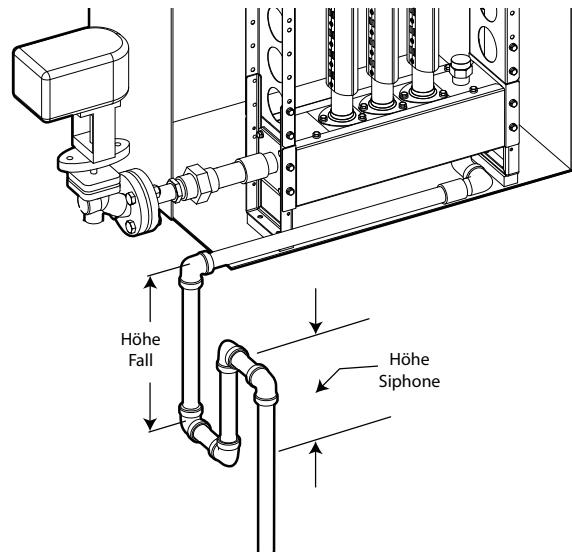

Fig. 7.e
Die Verteilerrohre weisen einen gewindegebohrten Anschluss (3/4" Außengewinde NPT für den nordamerikanischen Markt und 3/4" Gas Außengewinde für die anderen Märkte) für den Kondensatablauf auf. Werden Siphone im Ablauftrohr verwendet, wie in Fig. 7.c dargestellt, sollte deren Höhe eine Wassersäule von min. 500 Pa (50 mm oder 2" H2O) über dem statischen Druck (PS) im Verteilerrohr ermöglichen. NB: Eine Mindesthöhe von 150 mm (6") wird für die meisten Anwendungen empfohlen, in denen der Siphon das Kondensat in eine Auffangwanne innerhalb des Luftkanals ableitet.
NB: Die Anschlüsse und das Kondensatablaufrohr der Fig. 7.c gehören nicht zum ultimateSAM-System.